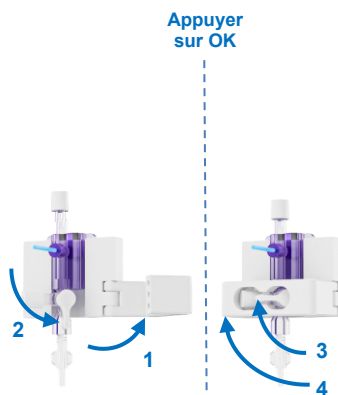

Figure 25 Mise à zéro du capteur de pression
- Vérifiez qu'aucune bulle d'air ne s'est accumulée au niveau du capteur de débit. Ouvrez le clip en aluminium pour libérer le couvercle (Figure 25). Ouvrez le couvercle et vérifiez l'absence de bulles d'air. Éliminez les éventuelles bulles d'air en manipulant le tubage. Appuyez sur le couvercle pour fermer le capteur.
- Ouvrez l'étrier du support du capteur de pression pour accéder à la vanne du capteur de pression (Figure 25 ; étape 1). Comme indiqué sur l'écran (voir ci-dessous), tournez la vanne du capteur de pression vers le bas pour ouvrir le capteur afin de mesurer la pression atmosphérique (Figure 25 ; étape 2).
- Remettez la vanne du capteur de pression en position horizontale (Figure 25 ; étape 3) et fermez l'étrier du support du capteur de pression pour éviter toute ouverture involontaire de la vanne (Figure 25 ; étape 4). Appuyez sur OK sur l'unité de pompe pour continuer.
- Si le Liver Assist ne peut pas déterminer si le capteur de pression est correctement connecté au circuit de perfusion, vérifier si la vanne du capteur de pression est bien en position horizontale (Figure 25, étape 3). Appuyez sur OK si la vanne du capteur de pression est en position horizontale.